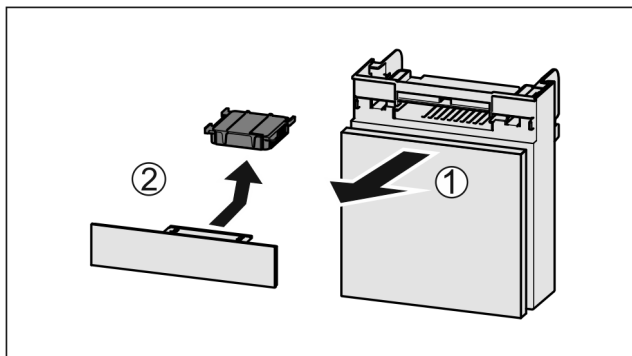

Fig. 50
- ▶ Extrageți Fig. 50 (1) compartimentul către înainte.
- ▶ Scoateți Fig. 50 (2) filtrul de cărbune activ.